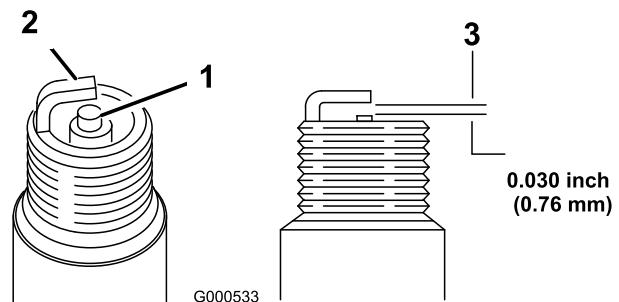

Figura 39
- Controllate il centro della candela (Figura 39). Se l'isolatore è marrone chiaro o grigio, il motore funziona correttamente. Una patina nera sull'isolatore significa in genere che il filtro dell'aria è sporco.
- Controllate la distanza tra gli elettrodi centrale e laterale (Figura 39). Se la distanza non è esatta, piegate l'elettrodo laterale (Figura 39).